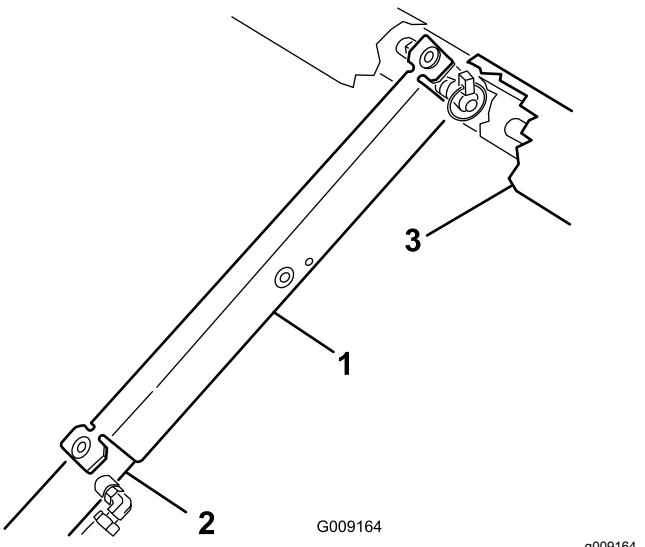

Figura 19
- Empuje el soporte de la plataforma sobre la varilla del cilindro, asegurándose de que los extremos del soporte descansan sobre el extremo del cilindro y sobre la rótula de la varilla del cilindro (Figura 19).